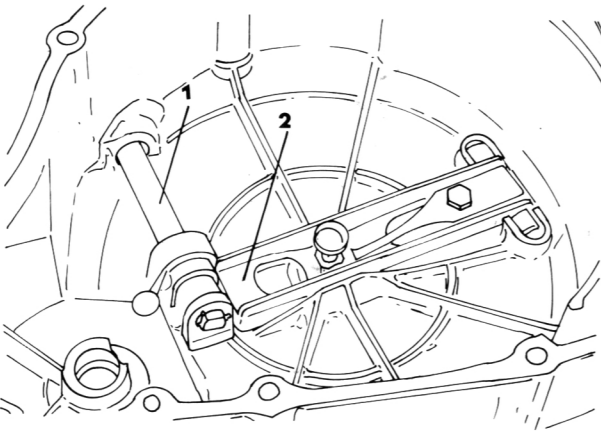

Bild 58
- Unter Bezug auf Bild 58 die Kupplungsheberwelle (1) und den Einstellarm (2) entfernen.